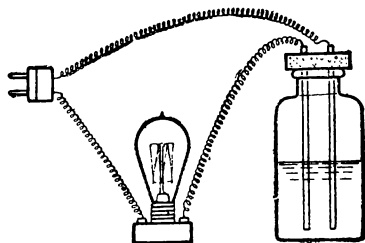

Рис. 124.
■ **Опыт 2.** В банку прибора, изображённого на рис. 124, влейте немного раствора поваренной соли, опустите в раствор вставленные в пробку две медные проволоки — электроды и включите ток.